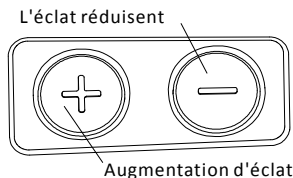

Fig 4
- 1. Allumez-vous:** Appuyez sur le bouton d'augmentation d'éclat « + » ou le bouton de diminution d'éclat « - » une fois, (voir le Fig4), le courant est rétabli. En plus, le dispositif s'allumera avec seulement la légère vibration, au lieu de mettre le commutateur en marche.